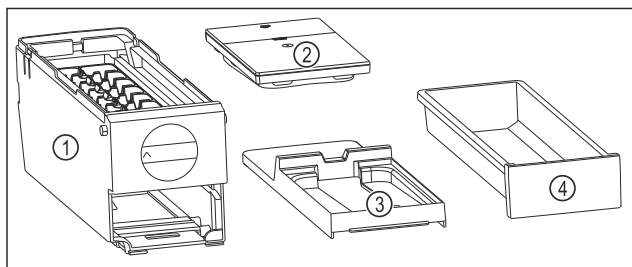

Fig. 122 Części dla EasyTwist-Ice
- EasyTwist-Ice jest rozłożony na cztery części. (patrz Fig. 122)
- Należy demontować EasyTwist-Ice wyłącznie na przedstawione części. (patrz Fig. 122)
- Czyścić korpus EasyTwist-Ice Fig. 122 (1) w całości.